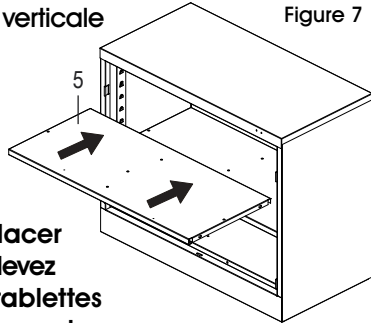

Figure 7
8. Insérez les tablettes (5) à la hauteur souhaitée. (Voir Figure 7)